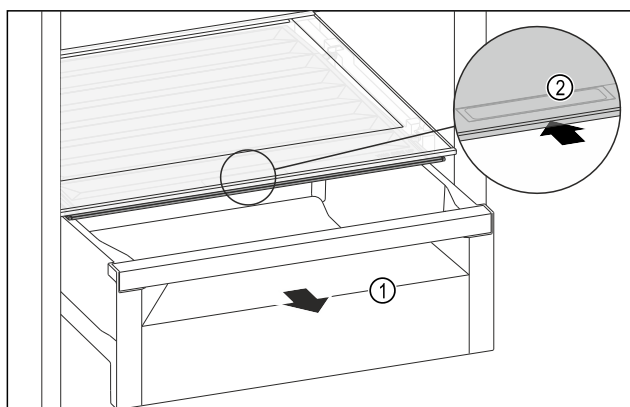

Fig. 111
- Wyciągnąć szufladę Fig. 111 (1).
- Chwycić uchwyt wpuszczany Fig. 111 (2) na pokrywie komory i przesunąć pokrywę jednocześnie do tyłu.